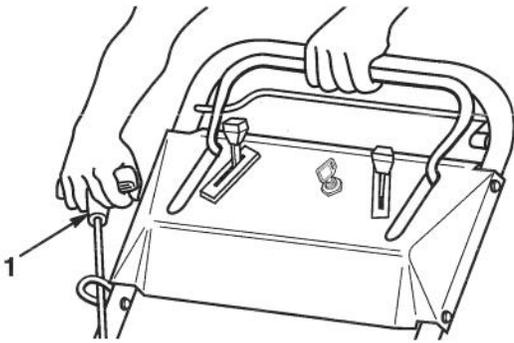

Figure 52
2. Faire tourner plusieurs fois lentement le moteur en tirant sur le cordon du démarreur pour répartir l'huile (Fig. 52).